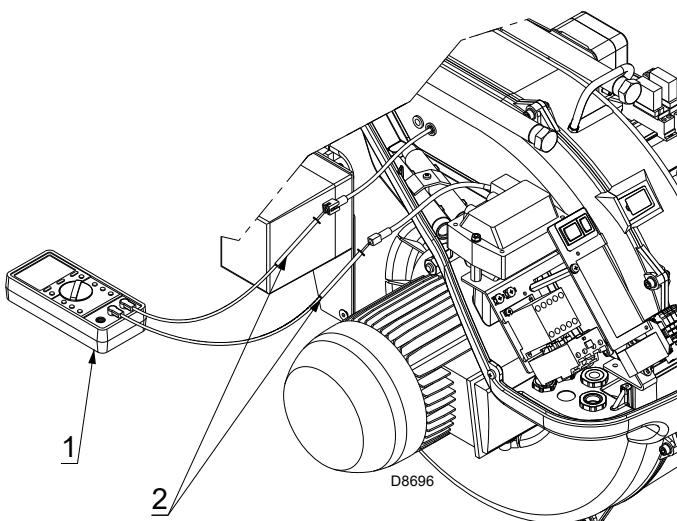

Fig. 35
Cependant, si on veut mesurer le courant d'ionisation il faut débrancher la fiche-prise (2)(Fig. 35), placée sur le câble de la sonde d'ionisation, et insérer un microampèremètre (1)(Fig. 35) pour un courant continu de 100 µA en fin d'échelle.